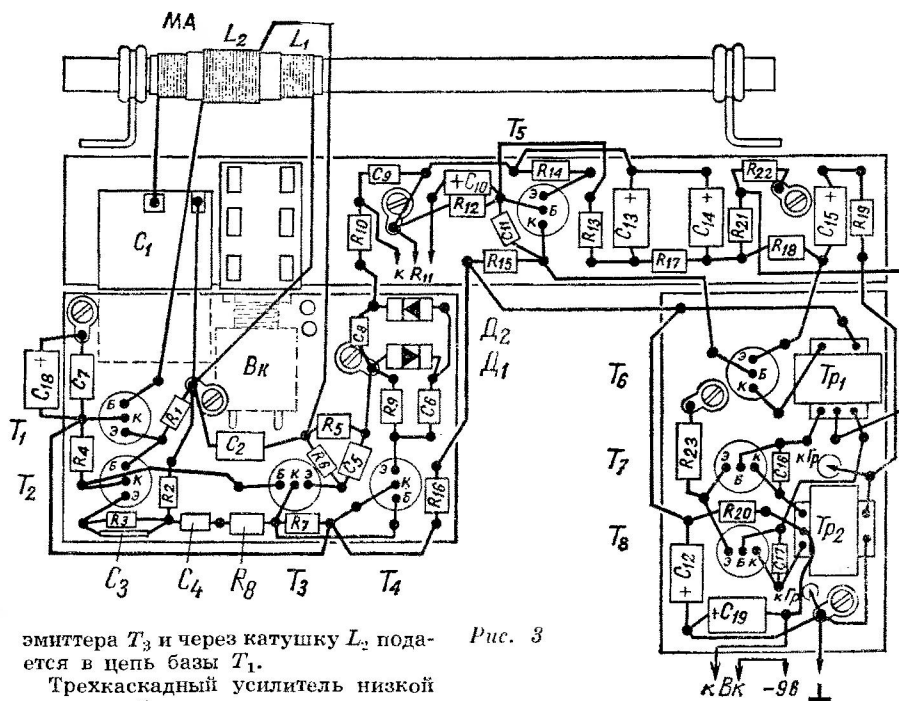

Рис. 3
**Конструкция и детали.** Приемник собран в корпусе трансляционного громкоговорителя «Юность». Все детали размещены на трех монтажных платах и конструктивно объединены в одно целое (рис. 3). Ручки управления конденсатором переменной емкости  $C_1$  и выключателем  $Вк$  выведены на крышку корпуса. Магнитная антенна установлена в нижней части корпуса.